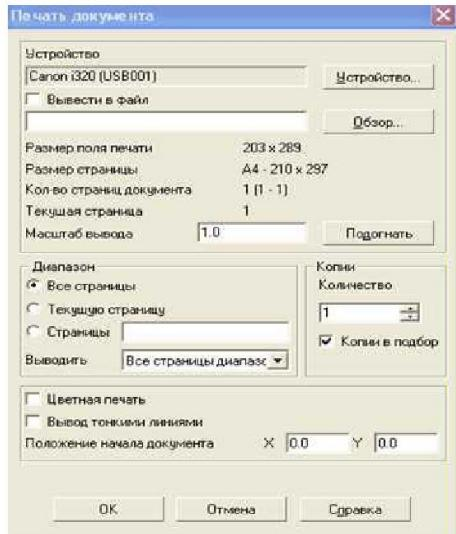

Рис. 23
1. Открыть выпадающее меню Файл и выбрать в нём Печать или щёлкнуть мышью на кнопке Печать стандартной панели инструментов. Появится диалоговое окно Печать документа (рис. 23).